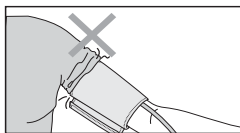

Рис. 12
7. Если Вы завернете рукав одежды и при этом сдавите руку, препятствуя току крови, показания прибора могут не соответствовать Вашему артериальному давлению (рис. 12).